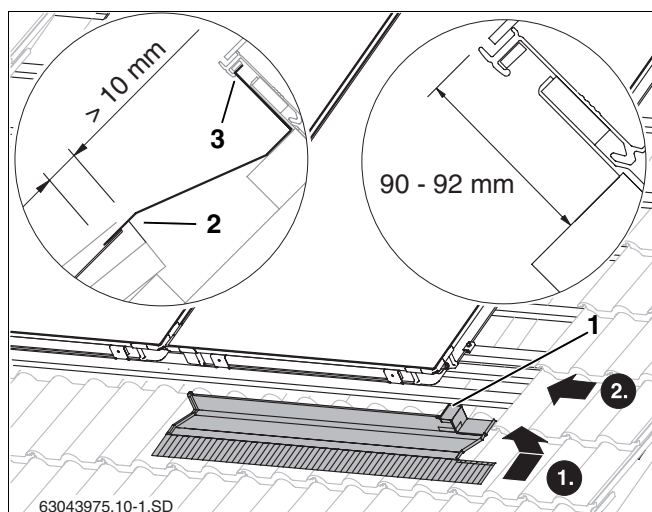
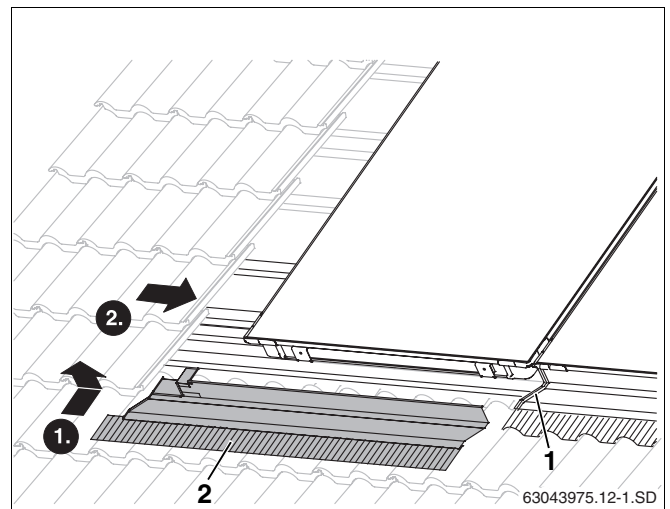

Fig. 44 Chapa protectora inferior derecha
Fig. 47 Montaje de la chapa protectora inferior izquierda
- ▶ Introduzca la chapa protectora derecha con el borde hacia arriba en la empuñadura del colector (fig. 44, **pos. 3**).
- ▶ Deslice la chapa protectora hacia el colector hasta que el borde corto situado a la derecha (fig. 44, **pos. 1**) también se enganche en la empuñadura del colector en la parte superior.
La chapa protectora debe apoyarse un mínimo de 10 mm sobre la teja (fig. 44, **pos. 2**).
- ▶ Coloque la chapa protectora izquierda (fig. 47, **pos. 2**) sobre la anterior y móntela como en el caso de la derecha (fig. 44).
Retire la lámina de protección del adhesivo de las chapas protectoras (fig. 47, **pos. 1**) cuando todas las chapas hayan sido fijadas mediante tornillos.